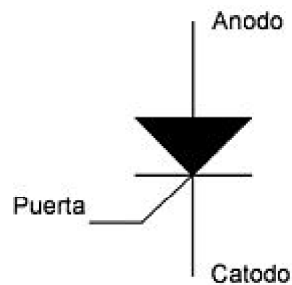

Figura 2.6: Símbolo SCR
Un SCR es un componente electrónico de conmutación y tiene tres terminales: ánodo (A), cátodo (K) y puerta (G). Es un dispositivo rectificador unidireccional, es decir, deja circular la corriente eléctrica en un único sentido: desde el ánodo hasta el cátodo como un diodo. Es controlado a través de G. Su símbolo eléctrico se muestra en la Figura 2.6.